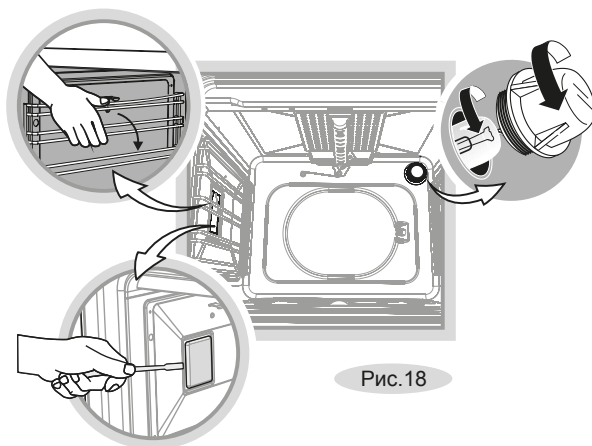

Рис.18
- Открутите стеклянный плафон (рис.18)
- Плафон боковой подсветки, при наличии, снимается с небольшим усилием. (рис. 18)